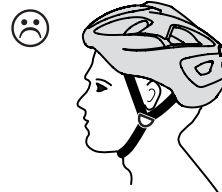

Fig. 1b
- Se o capacete estiver demasiado para trás, a sua testa não ficará suficientemente protegida. (Fig. 1b)